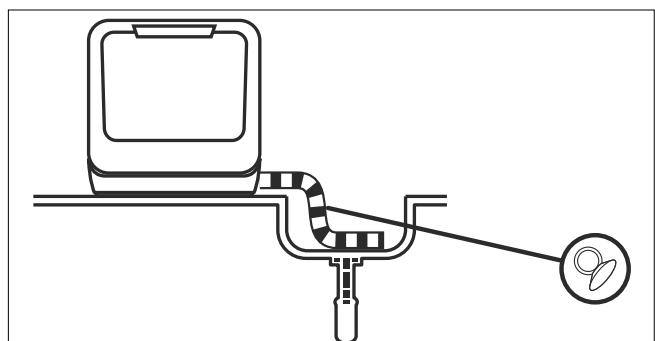
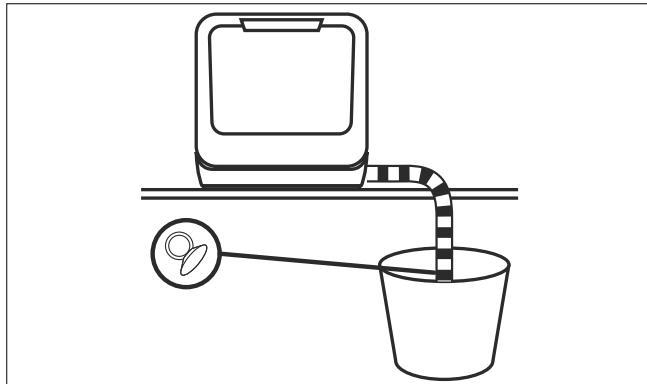

Fig. 10 – Évacuation dans un lavabo
Fig. 11 – Évacuation dans un récipient
- ▶ Suspendez l'extrémité du tuyau d'évacuation dans un lavabo (voir **Fig. 10**) ou un récipient suffisamment grand (voir **Fig. 11**).
- ▶ Après avoir installé le raccordement d'eau et la vidange d'eau, branchez la fiche d'alimentation (24) sur une prise de courant.